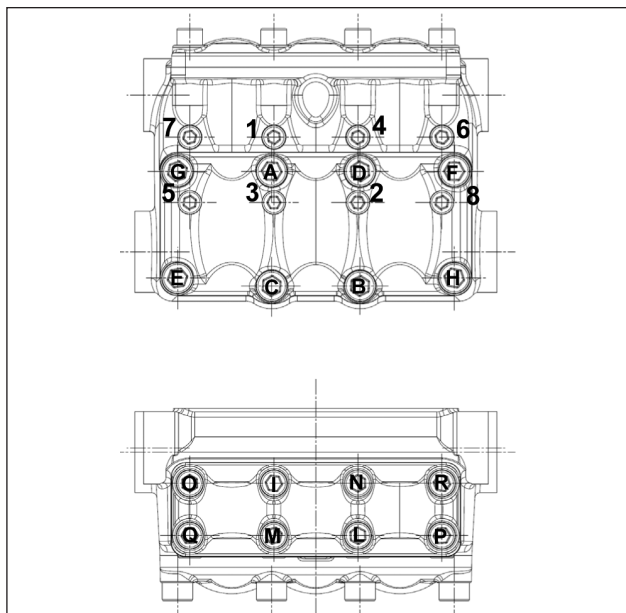

Fig. 31
*** Le viti fissaggio coperchio valvole pos. esploso 45 e pos. esploso 58 devono essere serrate con chiave dinamometrica rispettando l'ordine riportato nello schema di Fig. 31.